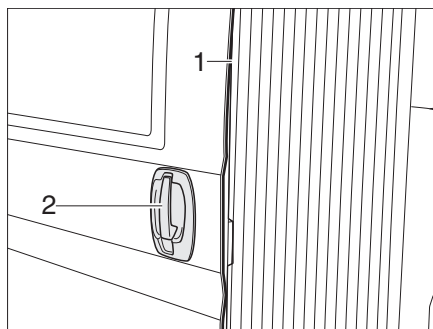

Figura 16 Puerta corredera, eléctrica - tirador de puerta exterior
- ▷ Para evitar el aplastamiento en la puerta corredera eléctrica, una tira de contacto (Figura 16,1) está situada en el borde de cierre. Al tocarla, el movimiento de la puerta corredera se detiene inmediatamente.
*Abrir:* ■ Tirar del tirador de la puerta (Figura 16,2). La puerta corredera eléctrica se abre hasta el tope.
*Cerrar:* ■ Tirar del tirador de la puerta (Figura 16,2). La puerta corredera eléctrica se cierra y entra en la cerradura de la puerta.